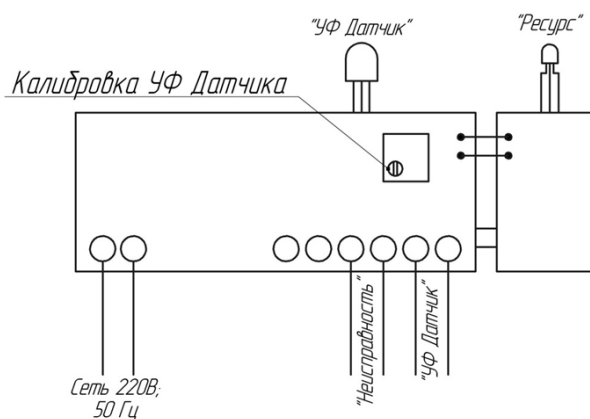

Рис.1 Плата УФ Датчика
4.1. На рис. 1 представлена схема размещения установки. Установка состоит из: блока обеззараживания - 1, пульта управления, промывочного устройства – 2. Исходная вода подается через нижний патрубок,
Подключите промывочное устройство -2 (Рис. 1) к клеммам в шкафу управления.
Промывочный раствор сливается в дренаж со сбросом стоков в сеть канализации. При промывке краны (7, 8) открыты, при работе установки – перекрыты (рис.1).